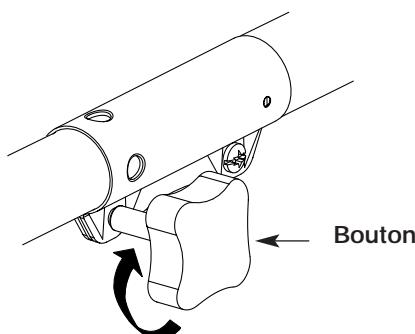

Fig. 7
3. Serrez le bouton en le tournant à droite (Fig. 7).